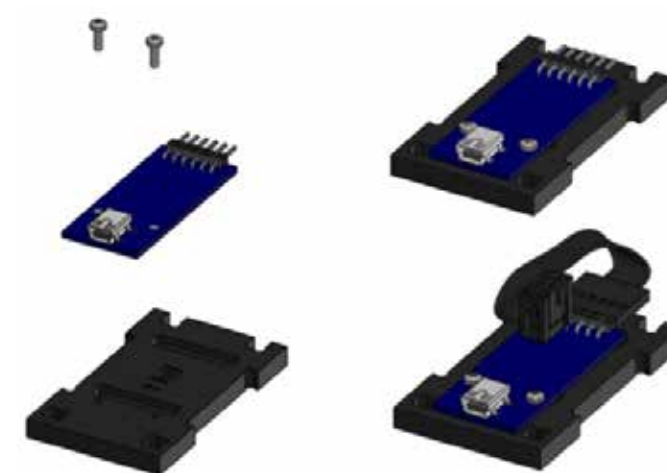

Рисунок 83. Крепление преобразователя к основанию
2) Преобразователь USB-UART соединить с нижним основанием (обозначено: ВЧ↓) двумя винтами M2x6, шлейф подключить к разъему переходника (рисунок 83):